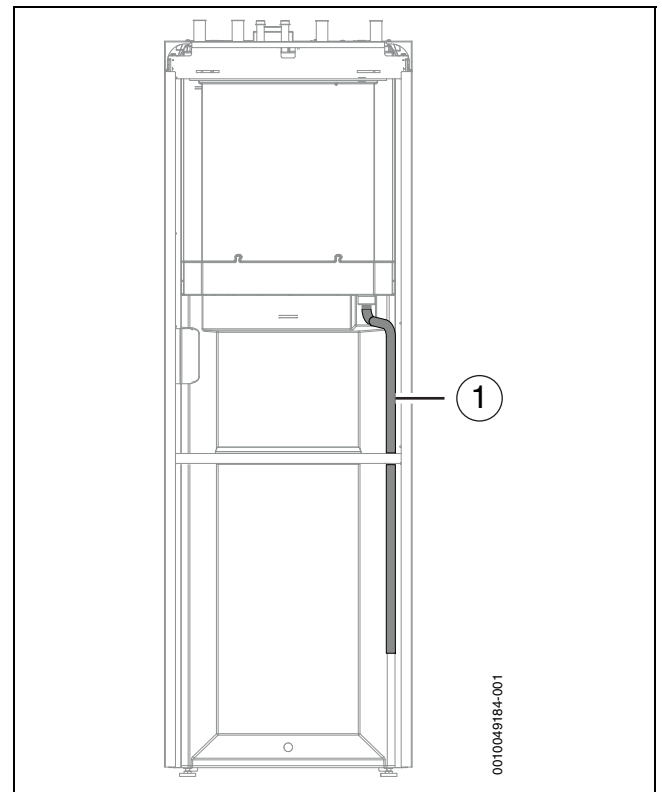

Fig. 28 Partea din spate a unității interioare
1. Dacă nu este preinstalat, instalați furtunul de scurgere conform → Fig. 28.